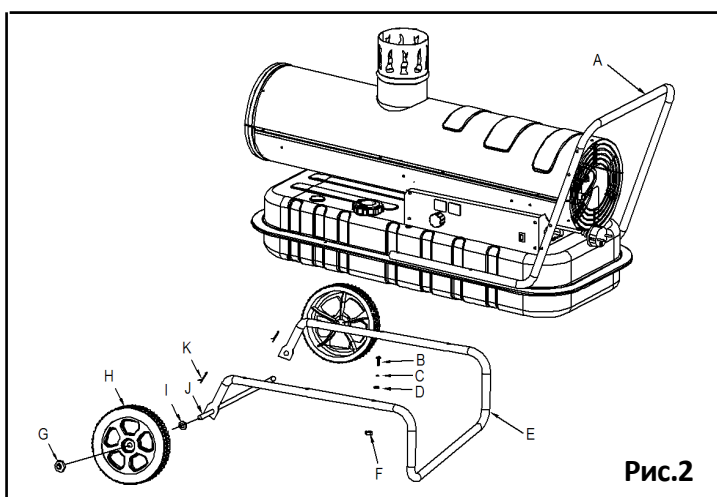

Рис.2
Закрепите опорную трубу в сборе и рукоятку на баке при помощи винта (B), пружинной шайбы (C), плоской шайбы (D) и гайки (F) Рис.2.